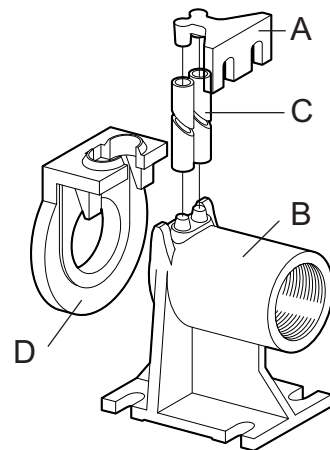

Fig. 7 Kopplingsfot
- Fäst förankringsbygel för styrrören (fig. 7 - pos. A) i tankens kant.
- Placera stödfoten för automatisk förankring (fig. 7 - pos. B) på brunnens botten. Använd ett lod för att kontrollera att de koniska utstickarna för anslutning av styrrören är helt lodräta i förhållande till motsvarande utstick på förankringsbygel på tankens kant. Kontrollera även planheten med hjälp av ett vattenpass.
- Märk ut läget för hålen på stödfoten. Fastställ därefter styrrörens (fig. 7 - pos. C) exakta längd.
- Montera specialflänsen (fig. 7 - pos. D) med slid och skena på pumpens utloppsror. Haka fast vajern eller kedjan vid handtaget eller hålet upptill på pumphuset.